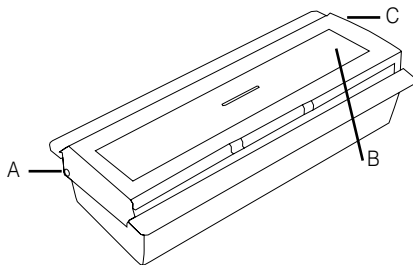

Abbildung 1: Türklingeltaster
- a) Stellen Sie den Türklingeltaster so auf eine Arbeitsfläche, dass sich die beiden Drehachsen der durchsichtigen Plastikfront (Abb.1 A und C) hinten befinden.
- b) Drücken Sie nun auf der linken Seite vorsichtig mit einem spitzen Gegenstand (z.B. Kugelschreiber) auf den kleinen Stift (Abb.1 A).
- c) Jetzt sollte sich die durchsichtige Plastikfront links (Abb.1 A) hochschieben und dann abnehmen lassen.
- d) Nun können Sie die kleine Schraube (Abb.1 B) mit einem kleinen Kreuzschlitz-Schraubendreher öffnen und die Vorderseite des Türklingeltasters, hinter der sich die Platine mit der Batterie befindet, abnehmen.
- b) Achten Sie vor dem Zusammensetzen darauf, dass die kleine Schraube (Abb.1 B) an der richtigen Stelle greifen kann. Gegebenenfalls drehen Sie ein Gehäuseteil um 180°.